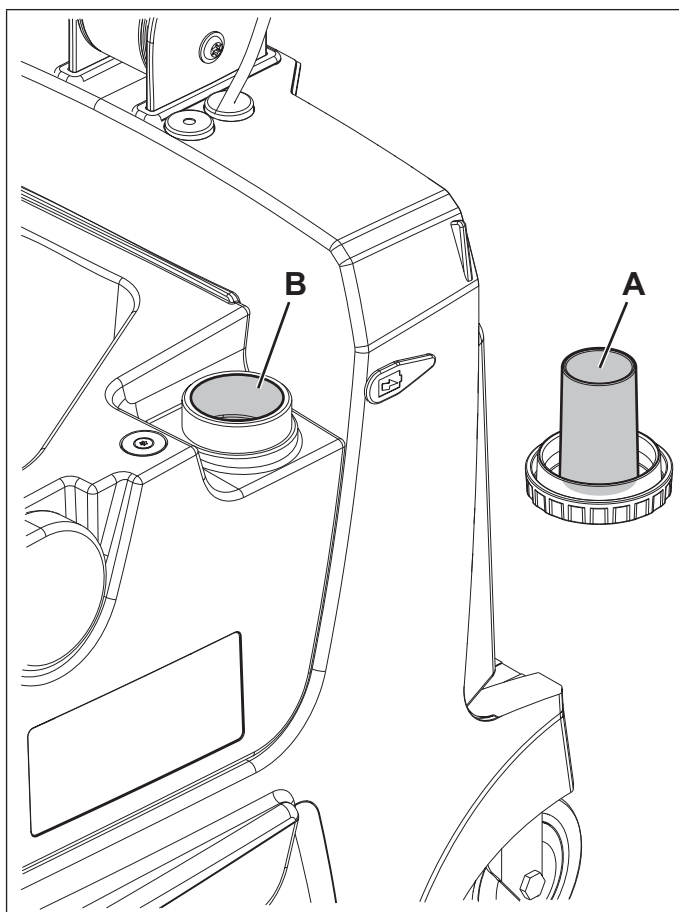

Рис. 2
1. Снимите крышку бачка (12).
2. Снимите колпачок (А, Рис. 2) с бачка для раствора (В).